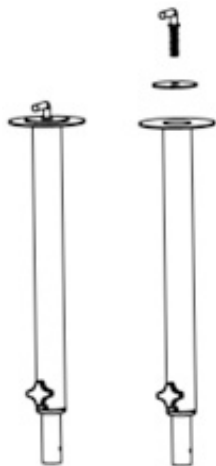

Fig. 1
- Retirez la vis de fixation du socle n° 10 et la rondelle plate n° 9 du dessous du tube extérieur n° 7 (Fig. 1).
6. Insérez le tube extérieur dans le socle n° 8 (le nez sur le tube vertical et le creux dans le socle doivent coïncider, Fig. 1) et retournez les deux tout en tenant fermement le tube extérieur.